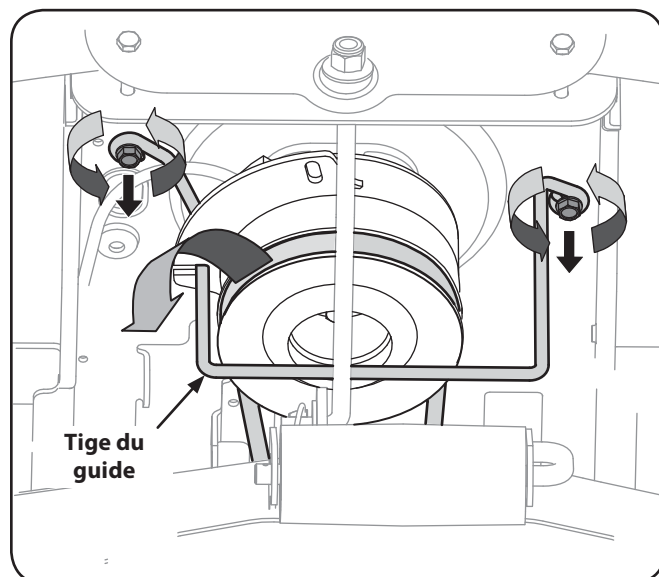

Figure 7-1
3. Localisez l'embrayage de la prise de force sous l'avant du tracteur. Voir la Fig. 7-1.
4. Démontez le dispositif de protection de la courroie et la courroie comme suit. Voir la Fig. 7-1.
10. Remettez le dispositif de protection de la courroie en place. Voir la Figure 7-1.